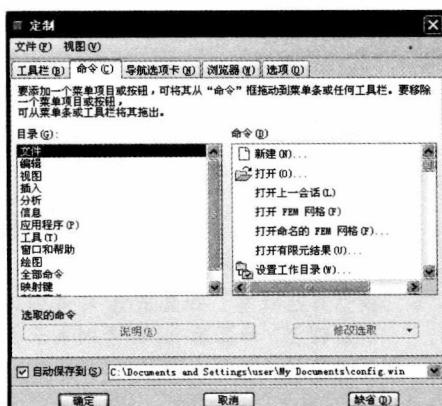

图 1-7 “定制”对话框
- ① 从菜单栏中的“工具”菜单中选择“定制屏幕”命令，弹出如图 1-7 所示的“定制”对话框。